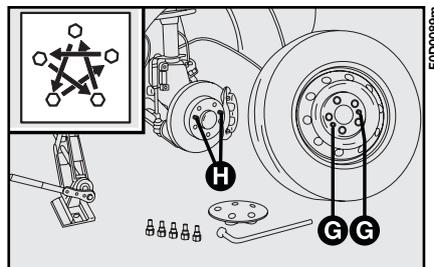

fig. 7
**7)** Montare la ruota di scorta, facendo coincidere i fori **G**-fig. 7 con i relativi perni **H**. Nel montare la ruota di scorta, assicurarsi che le superfici di appoggio della stessa, siano pulite e prive di impurità che potrebbero, successivamente, causare l'allentamento dei bulloni di fissaggio.
**10)** Stringere a fondo i bulloni, passando alternativamente da un bullone a quello diametralmente opposto, secondo lo schema illustrato in **fig. 7**.